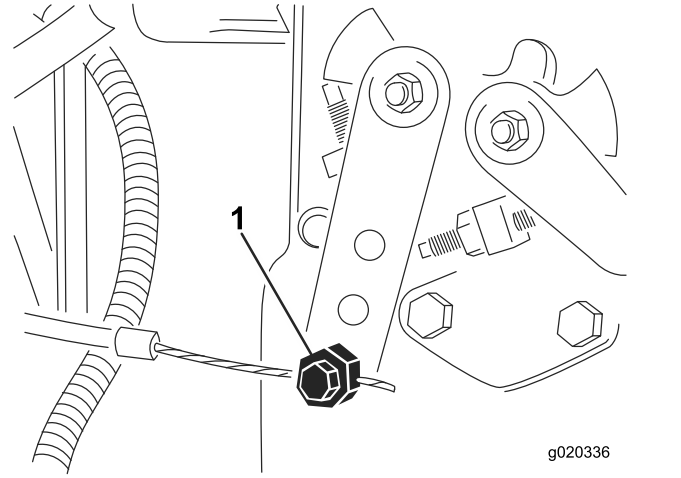

图 78
- 拧松油门拉索接头接头位于喷射泵控制杆臂 (图 78) 上。